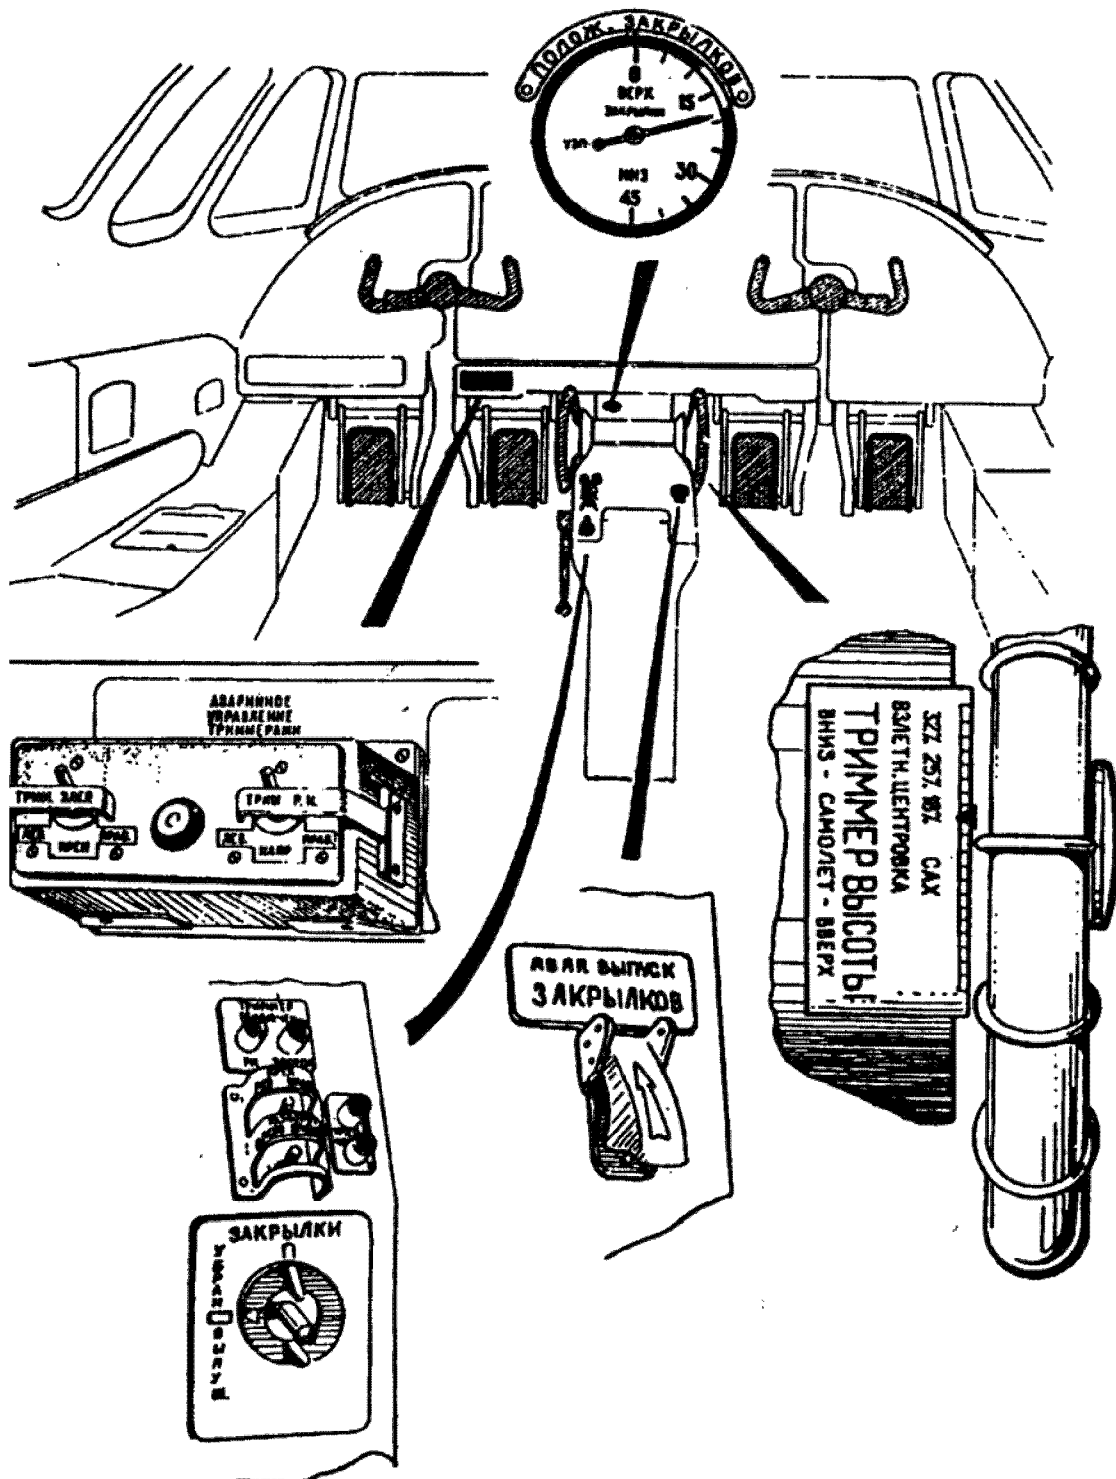

Рис. 7.14. Схема размещения органов управления
1. Управление рулем высоты (РВ) осуществляется штурвалами через механическую проводку. Управление триммерами, установленными по одному на каждой половине РВ,— ручное и производится штурвалами с центрального пульта пилотов через тросовую проводку. К системе управления подключена триммерная машина автопилота, которая при включенном автопилоте работает одновременно с рулевой машиной РВ и разгружает ее, а также исключает возможный рывок на штурвал при отключении автопилота. Положение триммеров РВ контролируется по указателям «ТРИММЕР ВЫСОТЫ» (рис. 7.14).